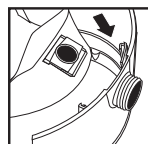

FIGURE 22
31. Faites glisser le déflecteur d'admission comportant le sac filtre dans le guide du déflecteur. **FIGURE 22.**